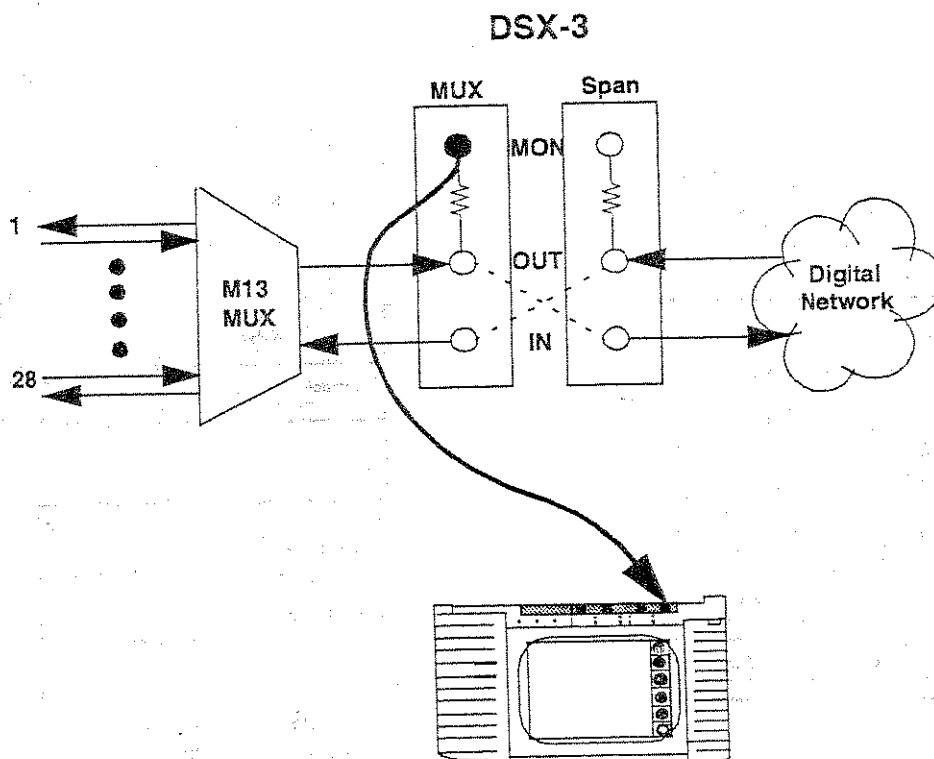

Figure 3-6. DS1 Monitor From DS3 Test
4. Connect a cable from the DS3 PRIMARY RX jack to the appropriate DSX-3 monitor point (see Figure 3-6).